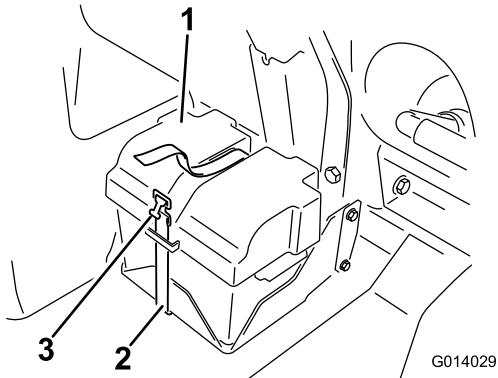

Figure 82
2. Déposez le couvercle de la batterie et débranchez le câble de masse négatif (noir) de la borne de la batterie (Figure 82).
4. Posez le couvercle de la batterie et fixez-le avec la sangle que vous avez retirée précédemment (Figure 82).